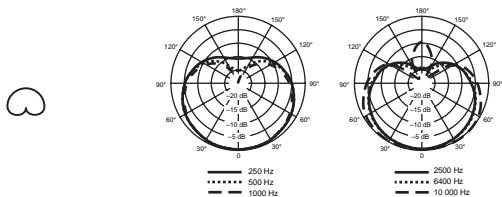

FIGURE 3. COURBE DE DIRECTIVITÉ CARDIOÏDE TYPIQUE
**Cardioïde.** Est le plus sensible aux sons émis directement devant le microphone et est le moins sensible aux sons émis derrière. La configuration cardioïde est la plus fréquemment utilisée pour les applications de sonorisation en direct. L'angle de captation légèrement plus large est moins sélectif pour les sons hors axe. Voir figure 3.